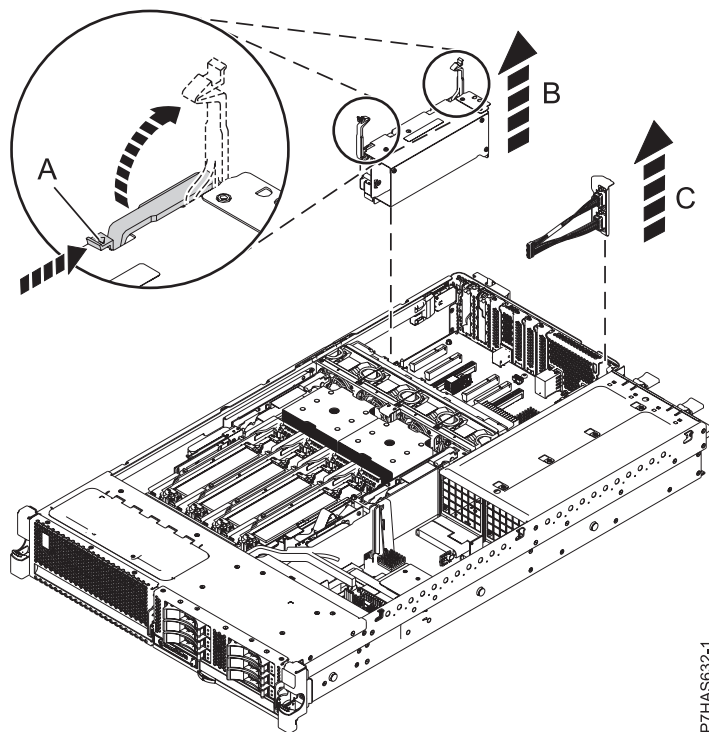

Figura 6. Extracció de l'adaptador GX (FC EJ0G) d'un sistema
13. Amb el sistema a la posició de servei, desbloquegeu els pestells (A) de l'adaptador GX ++ (codi de característica (FC) EJ0G), tal com es mostra a la Figura 6 a la pàgina 9.
14. Estireu cap amunt els pestells (A) a la posició oberta, agafeu l'adaptador (B) pels pestells i aixequeu-lo traient-lo del sistema de la ranura 2 (P1-C8) de l'adaptador GX.
- Agafeu amb compte el conjunt del cable SPCN de 2 ports FC EJ0G (C) per la part superior de la peça de contrapunt i traieu-la del sistema de la ranura 1 de l'adaptador GX (P1-C1), tal com es mostra a la Figura 6.